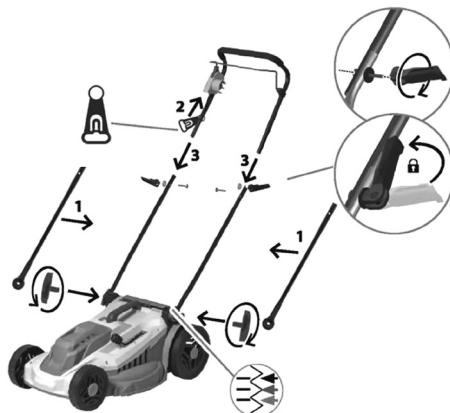

Рис. 3 Установка рабочей рукоятки
- Установите стойки рабочей рукоятки 1 и закрепите фиксатором на корпусе газонокосилки (Рис. 3).